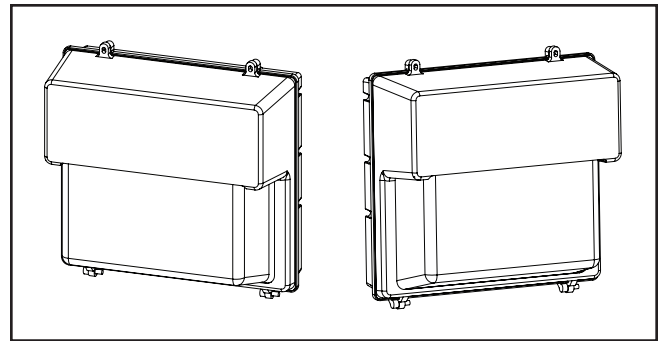

Figura 1
1. Abra la luminaria aflojando los dos tornillos resistentes a los golpes con la broca Torx T-20 (incluida) en la parte lateral y retire la unidad de la puerta de vidrio. (Figura 1)